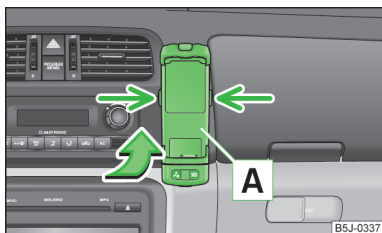

Fig. 83
- Come prima cosa inserire l'adattatore **A** nella direzione indicata dalla freccia » fig. 83 sino alla battuta nel supporto. Spingere leggermente verso il basso l'adattatore, sino a quando si innesterà in maniera sicura.
- Premere contemporaneamente i bloccaggi laterali del supporto » fig. 83 ed estrarre l'adattatore con il telefono.